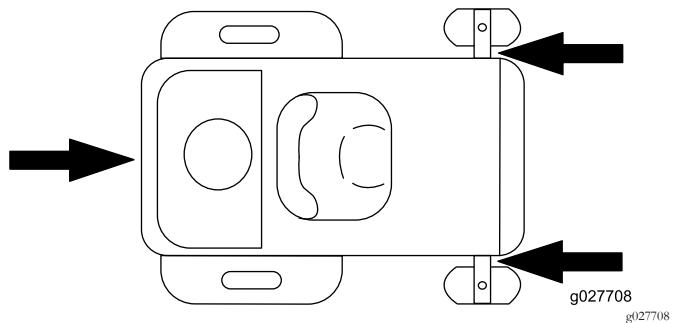

Bild 34
- Vergurten Sie die Maschine in der Nähe der vorderen Laufräder und der hinteren Stoßstange (Bild 34).